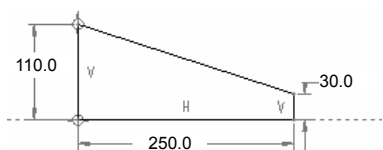
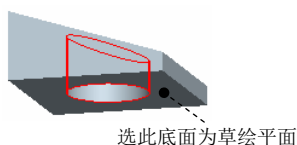
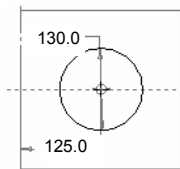

图 5.36.3 截面图形
图 5.36.4 实体切削拉伸特征 2
图 5.36.5 截面草图
(1) 单击 **模型** 功能选项卡 **形状** 区域中的 **拉伸** 按钮。
(2) 定义草绘截面放置属性。右击, 从弹出的快捷菜单中选择 **定义内部草绘...** 命令; 选取 FRONT 基准平面作为草绘平面; 选取 RIGHT 基准平面作为参考平面, 方向为“右”; 在“草绘”对话框中单击 **草绘** 按钮。创建特征截面。绘制图 5.36.3 所示的特征截面, 完成特征截面后, 单击“确定”按钮
(3) 在操控板中选取深度类型 , 输入深度值 250.0; 单击“完成”按钮
Step3. 添加图 5.36.4 所示的实体切削拉伸特征 2。
(1) 单击“拉伸”命令按钮 ; 在出现的操控板中确认“实体”类型按钮 被按下, 并按下“移除材料”按钮
(2) 定义草绘截面放置属性。在绘图区中右击, 从弹出的快捷菜单中选择 **定义内部草绘...** 命令, 进入“草绘”对话框。选取图 5.36.5 所示的模型表面为草绘平面; 参考平面的方向是“顶”, 参考平面为 FRONT 基准平面; 在“草绘”对话框中单击 **草绘** 按钮。进入截面草绘环境后, 绘制图 5.36.5 所示的截面草图; 完成特征截面后, 单击工具栏中的“确定”按钮
(3) 在操控板中选取深度类型 (即“穿过所有”), 可单击 来切换切削的方向; 单